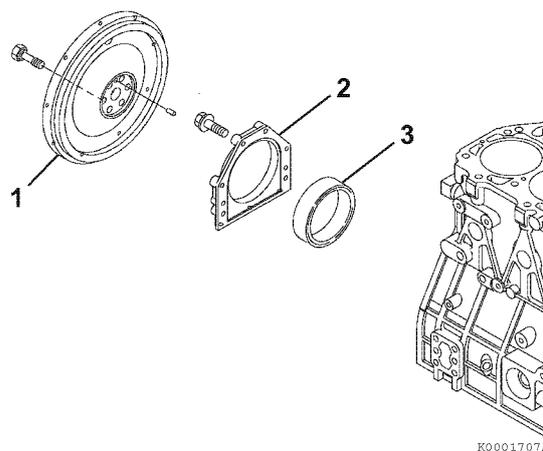

**Figure 6-62**
5. Retirez les inserts de palier (2, **Figure 6-62**).
6. Retirez les segments de compression (3, **Figure 6-62**) du piston à l'aide d'un expandeur de segment de piston.
7. Retirez le segment racleur (4, **Figure 6-62**) du piston à l'aide d'un expandeur de segment de piston.
8. Retirez les circlips (5, **Figure 6-62**) de l'axe de la bielle.
9. Retirez l'axe de la bielle (6, **Figure 6-62**) et la bielle (8, **Figure 6-62**) du piston (9, **Figure 6-62**).